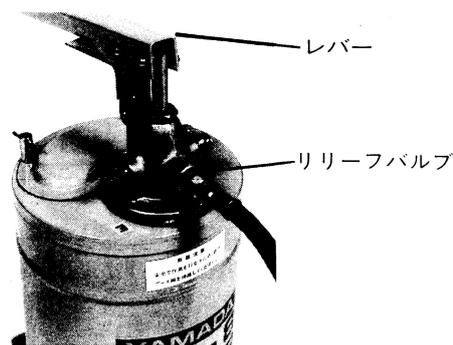

Fig.2
- 5) ポンプ右側にあるチェックバルブを締め、レバーを上下に操作して、ポンプ・ホース内のエアを排出させてください。オイルが口金から吐出されるまで続けてください。(Fig.2)